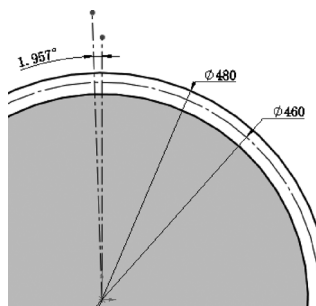

图 8-31 标注完角度后的草图
⑤ 修改角度单位。此时在图中可以看到显示的角度是 1.96 度，并非 1.957 度。这样的结果并非是标注错误，而是在“文件属性”中对标注文字的有效数字的设定。选择菜单栏中的“工具”→“选项”命令，在出现的“文档属性-单位”对话框中单击“文件属性”选项卡，单击左侧的“单位”栏目，从而来设定标注单位的属性，如图 8-30 所示。在“角度单位”栏中将“小数位数”设置为“3”，从而在文件中显示角度单位小数点后的 3 位数字。单击“确定”按钮，关闭对话框。此时的草图如图 8-31 所示。